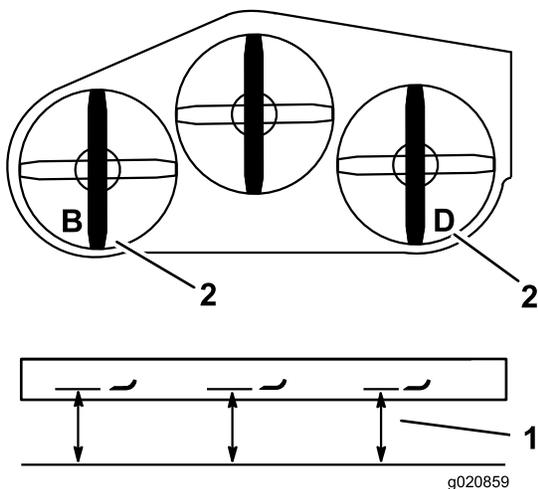

Figura 85
2. Meça a lâmina esquerda no local **B**, numa superfície nivelada à extremidade de corte da ponta da lâmina e registre esta medição (Figura 85).
3. Meça a lâmina direita no local **D**, numa superfície nivelada à extremidade de corte da ponta da lâmina e registre esta medição (Figura 85).
4. A medição na posição **B** tem de estar até 3 mm da medição na posição **D**. (Figura 85). Caso isto não esteja correcto, proceda da seguinte forma.